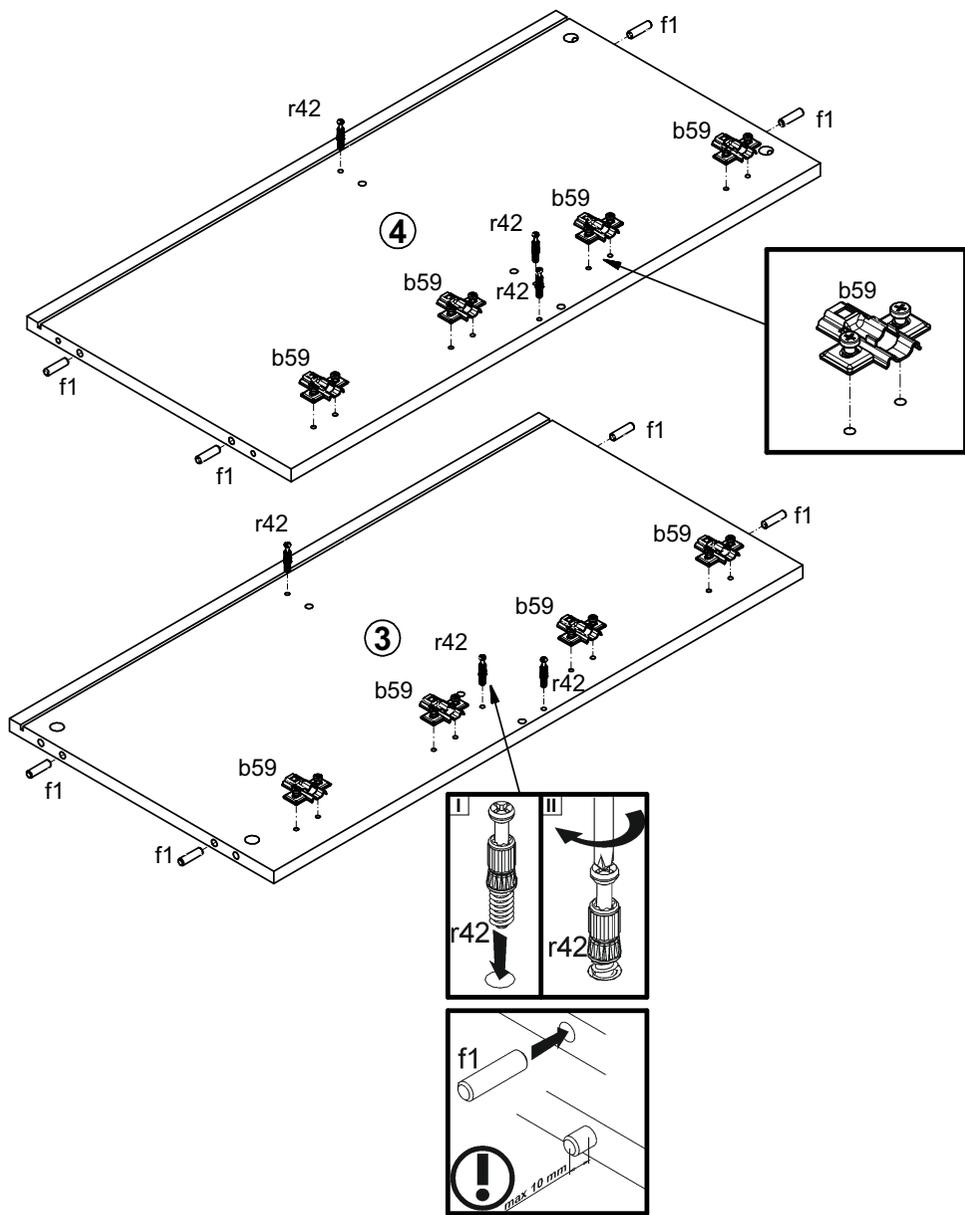

Рисунок 2
4.2 В отверстия  $\varnothing 8$  мм на верхних и нижних краях стенок боковых 3 и 4, стенки средней 5 и в торцах планки декоративной рифленой 9 вбить деревянные шканты f1 (см. рис. 2,3).
4.6. В отверстия  $\varnothing 4$  мм на внутренней поверхности стенок боковых 3,4 прикрутить ответные планки петель b59 (см. рис. 2).